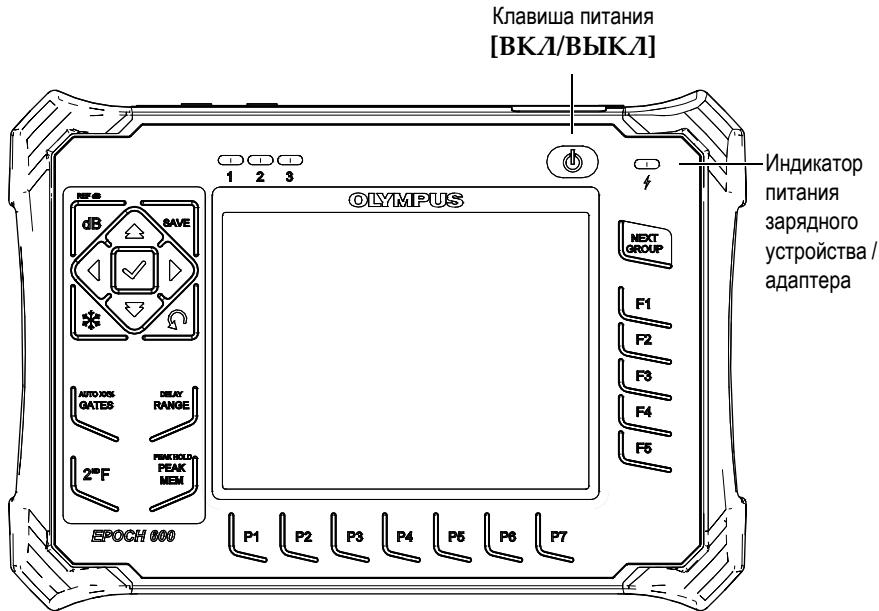

Рис. 4-1 Клавиша питания и индикатор питания EPOCH 600
На Рис. 4-1 на стр. 74 показано местоположение клавиши питания и индикатора питания зарядного устройства/адаптера переменного тока.
4. Включите EPOCH 600, нажав клавишу питания на передней панели (см Рис. 4-1 на стр. 74).
На передней панели загорится индикатор питания (см. Рис. 4-1 на стр. 74).